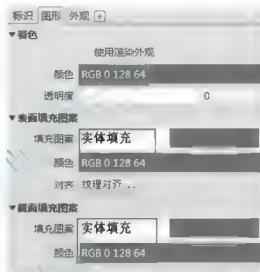

图 3.7 编辑图形
(2) 在“图形”选项卡中设置“着色”“表面填充图案”“截面填充图案”，在“着色”选项栏中“颜色”设置可以根据项目要求设置为“RGB 0 128 64”，“表面填充图案”和“截面填充图案”选项栏中“填充图案”均可选择“实体填充”（图 3.7），之后单击“应用”按钮。如果在“着色”选项栏中选中“使用渲染外观”复选框，则着色颜色会自动选用渲染材质的颜色。